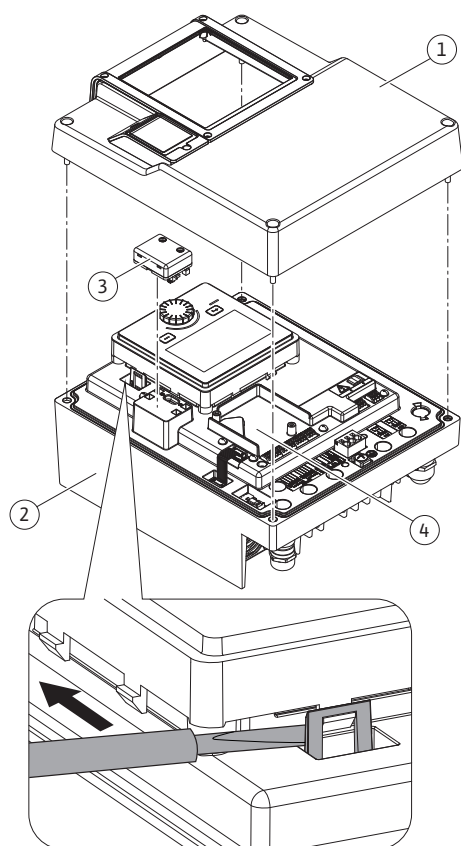
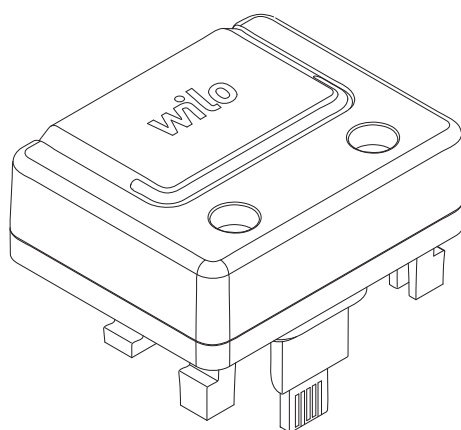

Fig. 26: Elektronikamodule
Fig. 27: Wilo-Smart Connect module BT
| Bovenste gedeelte elektronica module   | Fig. 26, pos. 1Fig. I, pos. 2 | Torx 25/M5               | 4,5                                                          |                      |
| CIF-module                             | Fig. 26, pos. 4                   | IP10/PT 30x10            | 0,9                                                          |                      |
De Bluetooth-interface van de Wilo-Smart Connect module BT (Fig. 26, pos. 3 en Fig. 27) is bestemd voor koppeling met mobiele eindapparaten, zoals een smartphone en tablet. In de Wilo-Assistant app bevindt zich de Wilo-Smart Connect-functie. Met de Wilo-Smart Connect-functie kan de pomp worden bediend en ingesteld en kunnen pompgegevens worden uitgelezen. Zie voor de instellingen het hoofdstuk „Inbedrijfname” [► 45].
1. Draai de vier schroeven van het bovendeele van de elektronicamodule (Fig. 26, pos. 1; Fig. I, pos. 2) los.
3. Plaats de Wilo-Smart Connect module BT in de daarvoor bestemde Wilo-Connectivity Interface. Zie Fig. 26, pos. 3.
CIF-modules (toebehoren) zijn bestemd voor de communicatie tussen pompen en gebouwbeheersystemen. CIF-modules worden in de elektronicamodule geplaatst (Fig. 26, pos. 4)